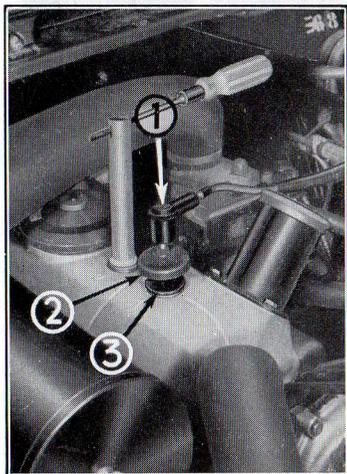

Figure 17
- l'embout du fil d'arrivée du courant **1** (fig. 17),
- le capuchon caoutchouc **2** (fig. 17),
- la bague isolante **3** (fig. 17).
Dévissez la bougie en utilisant un tournevis comme levier (fig. 17). Veillez à ce que le joint métaloplastique tienne bien au culot de la bougie au remontage.